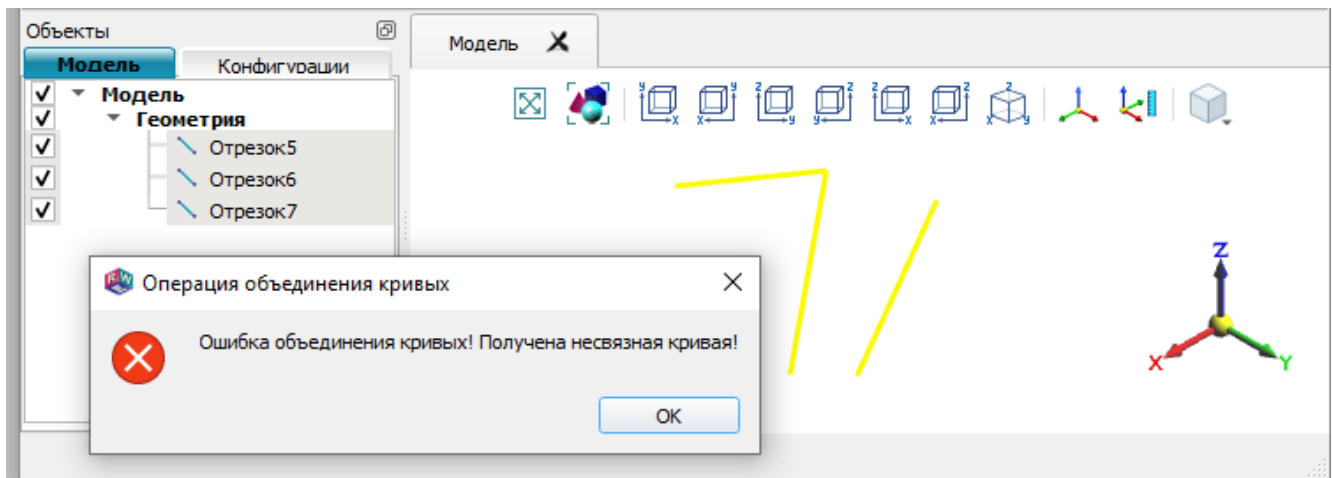

Рис. 34
7.7.3. При попытке объединить несвязанные между собой кривые будет выдано сообщение об ошибке (рис. 34).